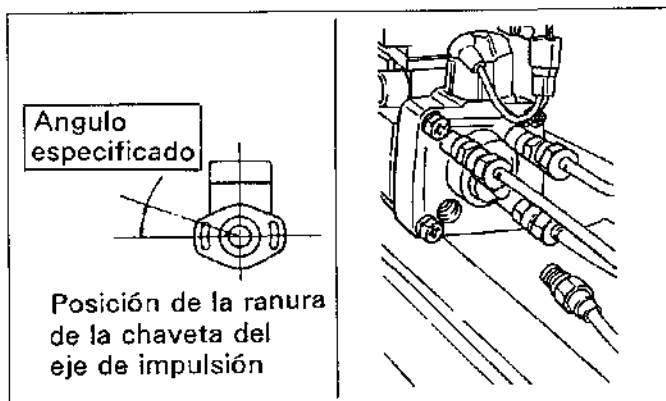

Figura.15-10 Confirmación de la instalación correcta de la placa de leva
2. Para comprobar la posición correcta del disco de leva, extraiga la válvula de suministro desde la salida "C", con la presión de alimentación conectada, y gire el eje de impulsión a una posición en la que la ranura de chaveta se alinee con la ranura de la brida de montaje del lado izquierdo (mirando desde el extremo de impulsión), y el combustible circulará desde la salida. Si no circula combustible desde la salida "C" significa que el disco de leva se ha instalado 180 grados desfasado. (Vea la figura.15-10)